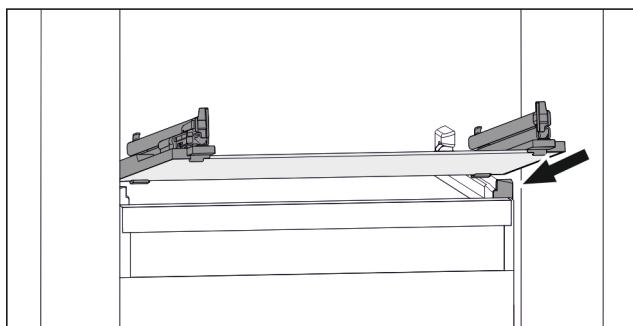

Fig. 85 Eksempel på fremstilling av glassplaten
- Sett glassplaten på skrå bak stopperne. (se Fig. 85)